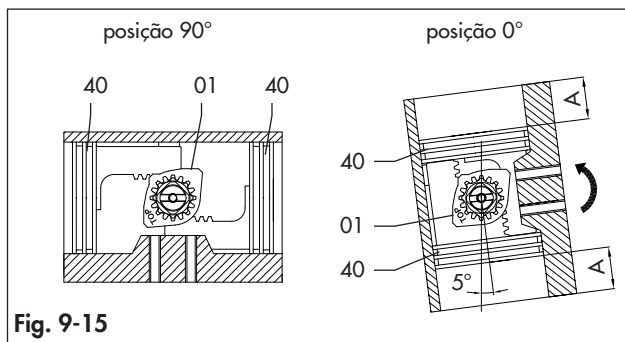

Fig. 9-15
- Com os pistões totalmente fechados (posição 0°) conforme a Fig. 9-15, referente ao eixo do corpo, a rotação obtida deve ser:
- Com os pistões completamente fechados (posição 0°) conforme a Fig. 9-15 a dimensão "A" deve ser a mesma em ambos os lados
- Com o atuador na posição fechada (posição 0°), ao consultar a Fig. 9-15 para a posição dos pistões, aparafuse ou desaparafuse o parafuso de paragem direito (02) 1 volta de cada vez até que a posição de paragem desejada seja alcançada. No caso do atuador de retorno por mola, pode ser necessária uma alimentação pneumática.